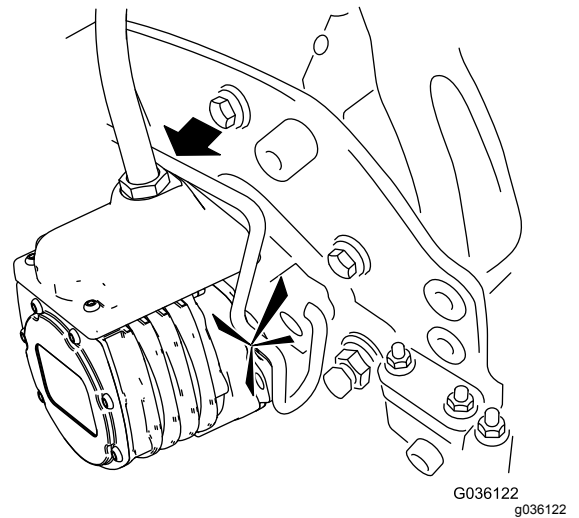

Figure 53
- 6. Enduisez de graisse propre l'arbre cannelé du moteur de l'unité de coupe (Figure 53).
- 7. Insérez le moteur dans le côté gauche de l'unité de coupe (vu de la position de l'utilisateur) et tirez la barre de retenue du moteur située sur l'unité de coupe vers le moteur jusqu'à ce que vous entendiez un déclic des deux côtés du moteur (Figure 53).